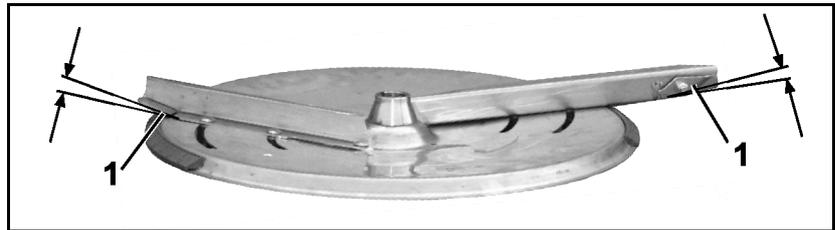

图 48
3. 将撒肥叶片的摆翼（图 48/1）调至正常施肥或后期追肥所需的位置。